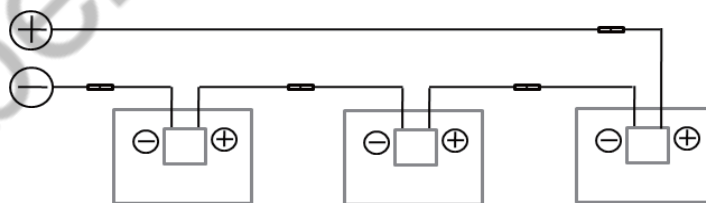
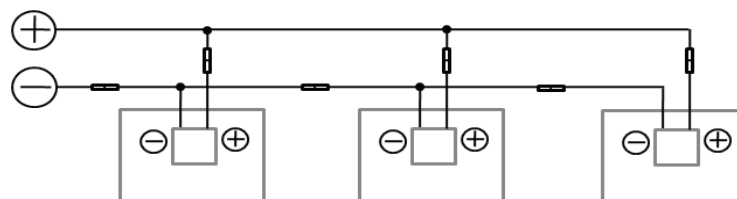
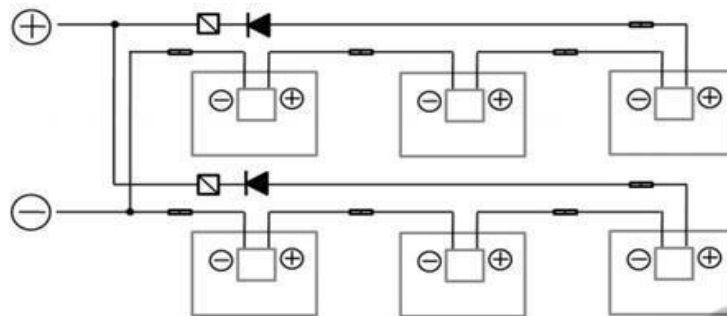

Рис. 10-1 Послідовне з'єднання
Рис.10-2 Паралельне з'єднання
Рис.10-3 Паралельно-последовне з'єднання
- Постійний струм (DC), що генерується фотоелектричною системою, може бути перетворений на змінний струм (AC) і підключений до загальної електромережі. У різних регіонах можуть діяти різні політики, закони та правила, що визначають вимоги до встановлення та підключення фотоелектричних систем до електромережі. Тому під час проектування, встановлення та підключення фотоелектричної системи до електромережі, будь ласка, дотримуйтеся місцевої політики, законів та нормативних актів.
- Щоб забезпечити нормальну роботу системи, під час підключення модулів або навантажень, будь ласка, переконайтеся, що полярність підключення кабелів є правильною. Неправильне підключення модулів може призвести до пошкодження шунтувальних діодів і з'єднувальних коробок. Фотомодулі можуть бути з'єднані послідовно (Рис. 10-1), паралельно (Рис. 10-2) і послідовно - паралельно (Рис. 10-3). Кількість послідовних або паралельних з'єднань повинна бути обґрунтовано розрахована відповідно до конфігурації системи. Також зверніть увагу, що якщо кількість паралельних з'єднань  $\geq 2$ , на кожній збірці ліній повинен бути встановлений пристрій захисту від перевантаження по струму.